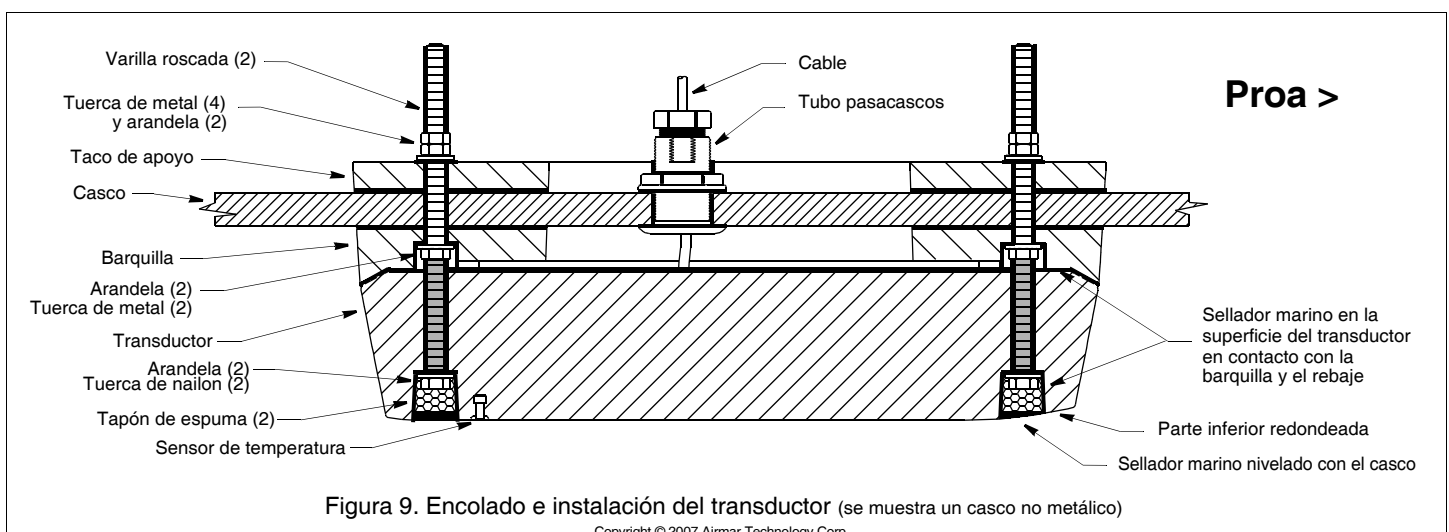

Figura 9. Encolado e instalación del transductor (se muestra un casco no metálico)
- Aplique una capa de 2 mm (1/16") de sellador marino a la superficie del transductor que estará en contacto con la barquilla, incluidos los rebajes para las arandelas y las tuercas (Figura 9).